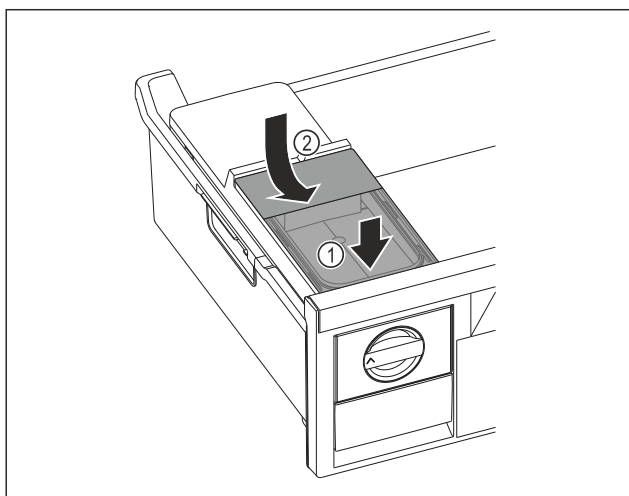

Fig. 152
- ▶ Nasadte vpředu nádržku na vodu. Fig. 152 (1)
- ▶ Spusťte nádržku na vodu vzadu dolů. Fig. 152 (2)